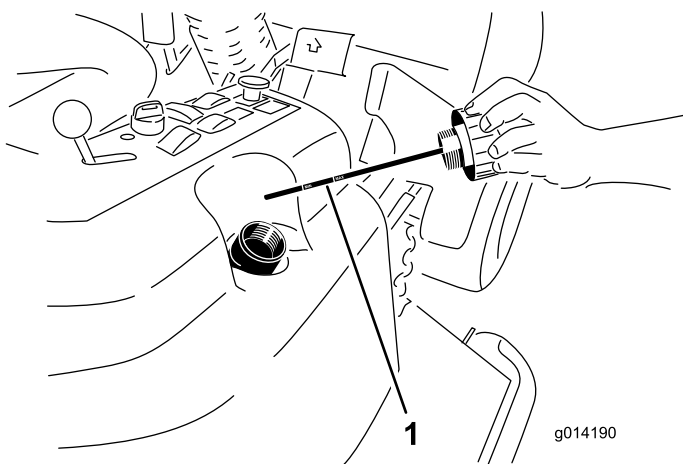

Figura 50
4. Togliete il tappo di riempimento idraulico (Figura 50) dal collo del bocchettone.
5. Togliete l'asta di livello ed asciugatela con un panno pulito (Figura 50).
6. Avvitate a fondo l'asta di livello nel bocchettone di riempimento, quindi estraetela e controllate il livello del fluido (Figura 50).